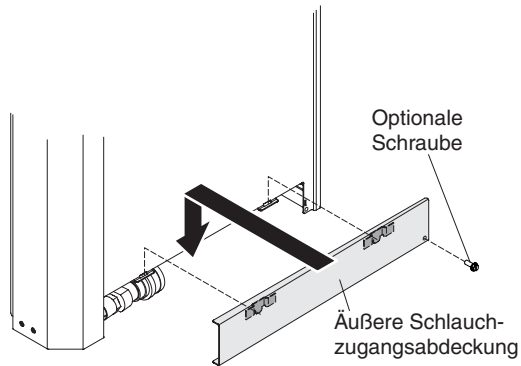

Abbildung 61. Äußere Schlauchzugangsabdeckung installieren
- c. (Optional) Befestigen Sie die äußere Schlauchzugangsabdeckung mit einer M4-Schraube am Wärmetauscher (siehe Abb. 61).